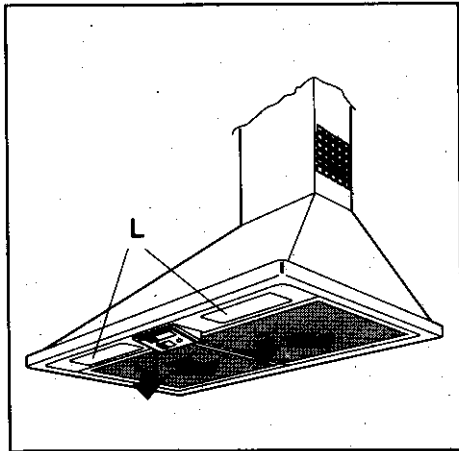

Fig. 8
Pour le démonter, le pousser vers l'arrière et l'enlever en le tirant vers le bas (Fig. 8).
- Enlevez les plafonniers 'L' (Fig. 8).